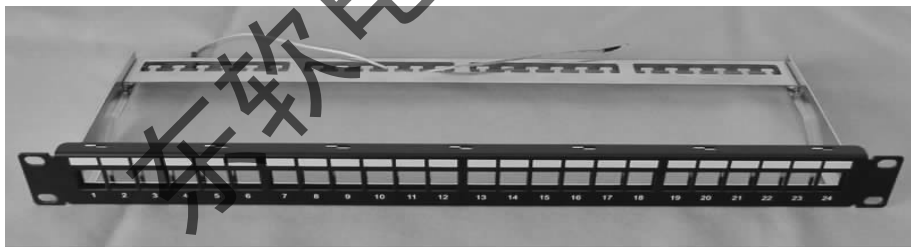

图 5-60 六类屏蔽配线架
1. 如图 5-60 所示,外形尺寸为长 482.6 毫米(19 英寸)、宽 151 毫米,高 44.45 毫米。